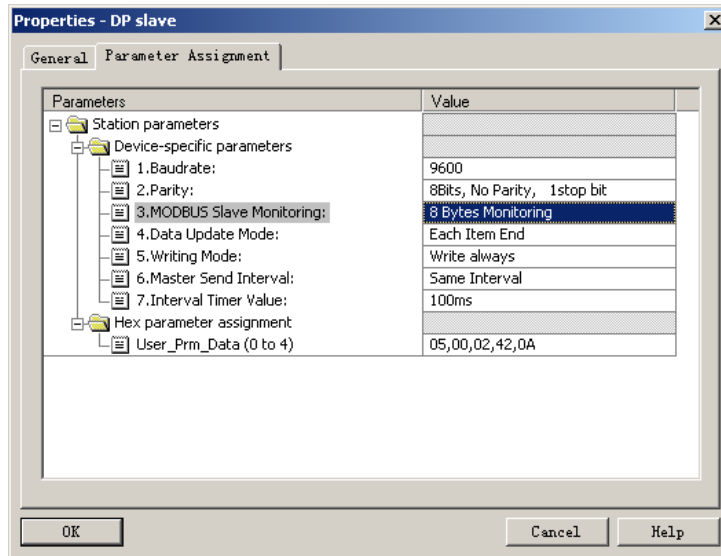

图 37 配置“3.MODBUS Slave Monitoring”设备用户参数
a) 配置“3.MODBUS Slave Monitoring”设备用户参数，如图 37 所示：
如图 37 所示，想要使用 xxx 字节 Modbus 从站监测模块，则必须在设备用户参数中配置相对应的 Modbus 从站监测参数。此例是基于前 6 个例子，将设备用户参数配置“8 Bytes Monitoring”，则对应应使用“8Bytes MODBUS Slaves Status”模块。